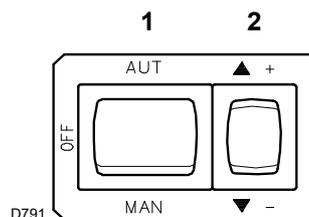
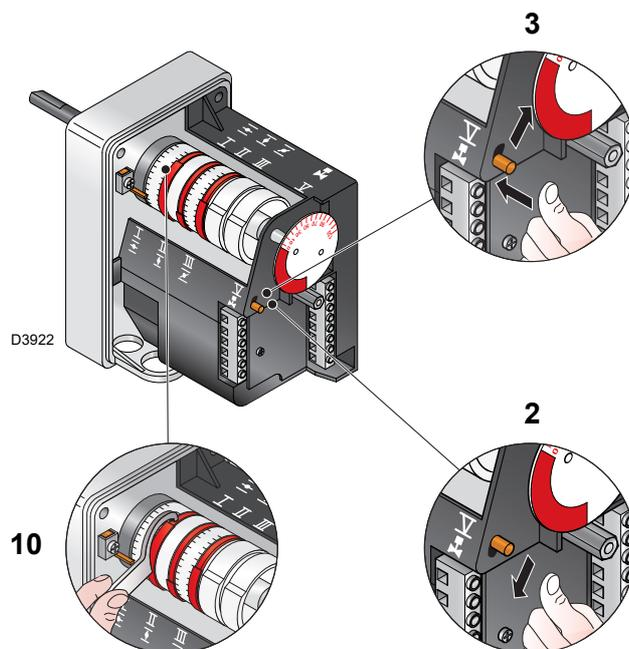

Fig. 28
Fig. 32
Chiudere i termostati/presostati e mettere l'interruttore in posizione "MAN" (Fig. 28).
Premere ora il pulsante 2)(Fig. 28) "aumento potenza" e tenerlo premuto fino a quando il servomotore ha aperto la serranda aria e la farfalla del gas.
Premere il pulsante 2)(Fig. 28) “diminuzione potenza” e tenerlo premuto fino a quando il servomotore ha chiuso la serranda aria e la farfalla del gas a 50° (regolazione fatta in fabbrica).
- Se bisogna diminuirla, ridurre un poco l'angolo della camma III (Fig. 32) con piccoli spostamenti successivi, cioè portarsi dall'angolo 65° a 63° - 61°....
- Se bisogna aumentarla, premere un poco il pulsante “aumento potenza” 2)(Fig. 28) (aprire di 10-15° la farfalla del gas), aumentare l'angolo camma III (Fig. 32) con piccoli spostamenti successivi, cioè portarsi dall'angolo 65° a 67° - 69°.... Quindi premere il pulsante “diminuzione potenza” fino a riportare il servomotore nella posizione di minima apertura e misurare la portata del gas.
Per l'eventuale regolazione della camma III, specie per i piccoli spostamenti, è possibile utilizzare l'apposita chiavetta 10)(Fig. 32).
Legenda (Fig. 32)